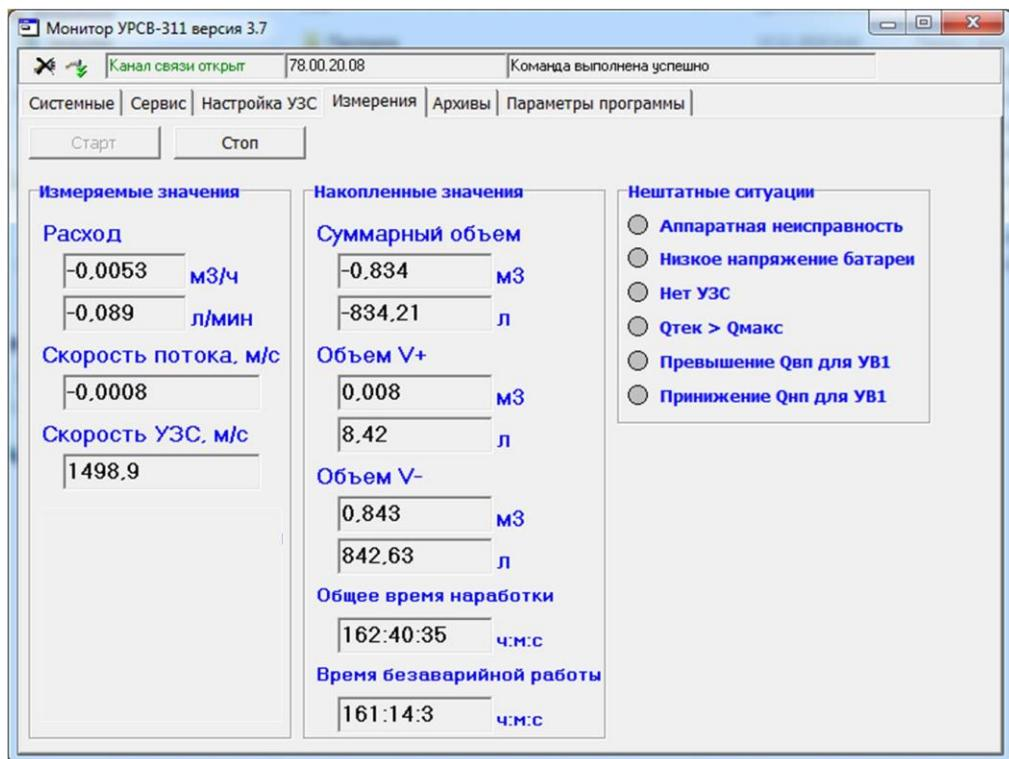

Рис.12. Вид вкладки «Измерения».
4.1.4. На вкладке **Измерения** (рис.12) после нажатия на кнопку <Старт> возможен просмотр текущих значений измеряемых параметров.
Текущее состояние расходомера (наличие / отсутствие нештатных ситуаций) индицируется на вкладке **Измерения** в поле **Нештатные ситуации** (рис.12).